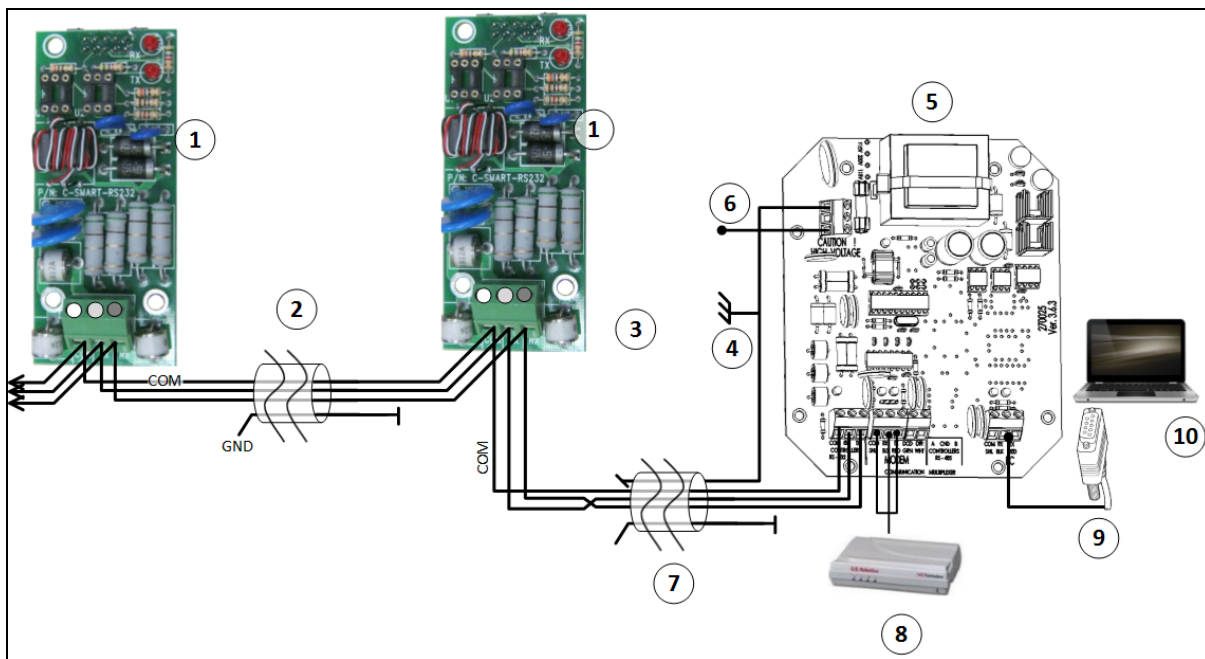

Figure 6: RS-232 Schéma de câblage communication
- Figure 6: RS-232 Schéma de câblage communication